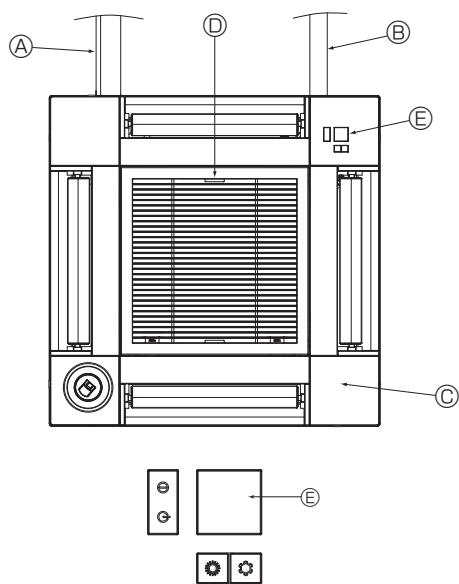

Fig. 5-18
5.5. Installation af indtagsgitteret (Fig. 5-18)